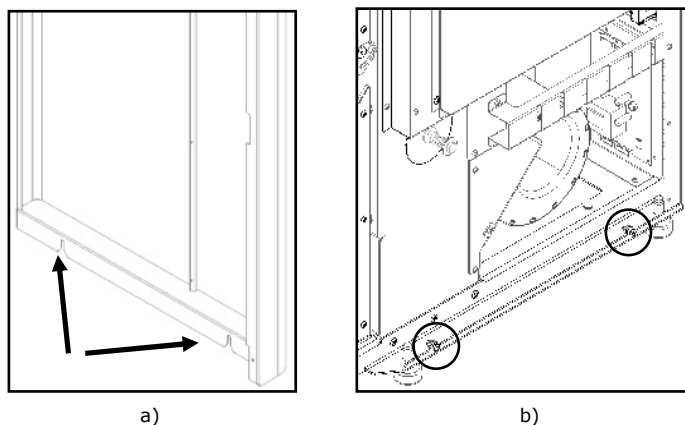

Figura 96 – Encaixe lateral inferior das envolventes
c) Encaixar os furos inferiores das capas laterais (Figura 96-a) nos guias que se encontram no fundo da máquina (Figura 96-b).